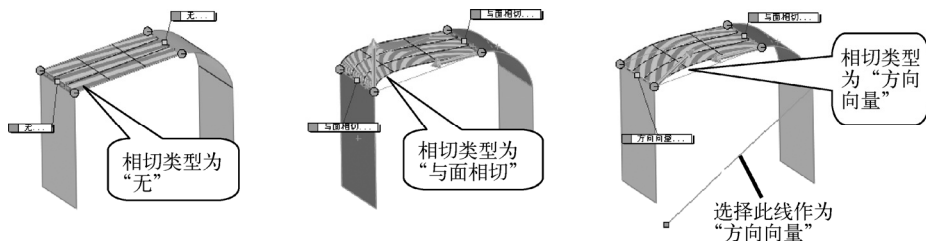

图 4-64 不同相切类型所生成的曲面
- “相切类型”下拉列表：用于设置所生成的边界曲面在某个边界处与边界面的相切类型，如可设置为“无”“方向向量”和“与面相切”等，其设置效果如图 4-64 所示。